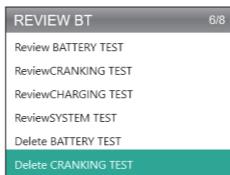

Abbildung 5.1.4
4. Wählen Sie BT Überprüfung und drücken Sie [OK]. Acht Optionen kommen auf dem Bildschirm (siehe Abbildung 5.1.4) – einschließlich der Überprüfung von Batterietests, Anlasstests, Ladetests und Systemtestergebnissen.